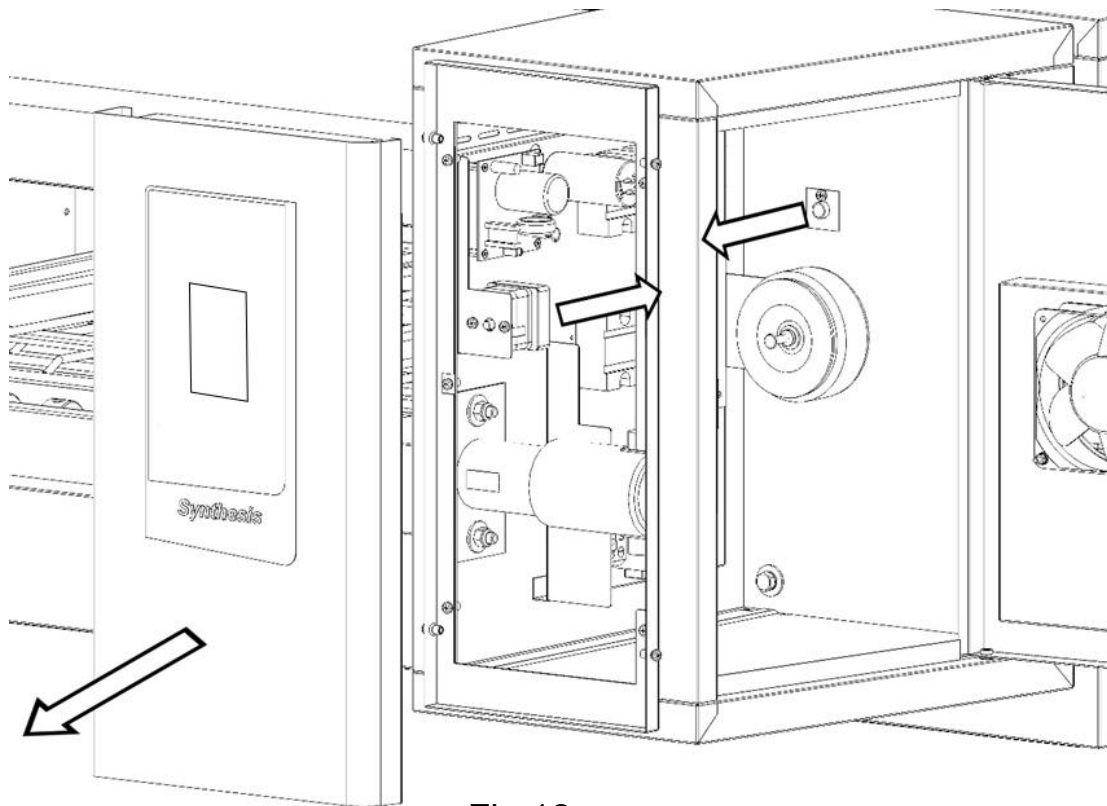

Fig.12
3. Die elektrischen Anschlüsse vom Thermostat trennen (Abb.12).
4. Die Silikonversiegelung entfernen und den Kern herausziehen, die Montageschrauben lösen und den Thermostat austauschen (Abb.12).